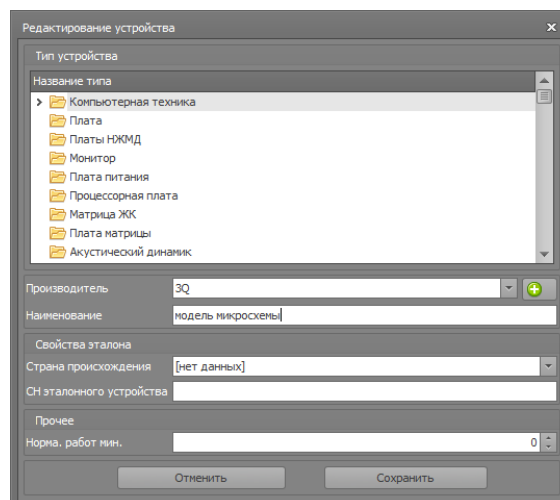

Рисунок 83
- В открывшемся окне - **Редактирование устройства (Рис. 83)**